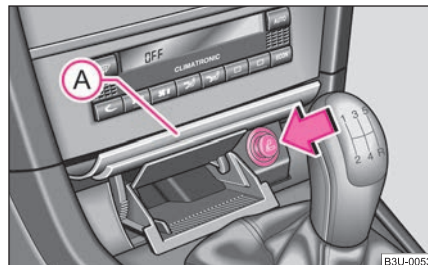

Abb. 90 Mittelkonsole: Zigarettenanzünder
- Drücken Sie auf den unteren Teil des Aschenbecherdeckels – siehe Position **A** ⇒ Abb. 90.